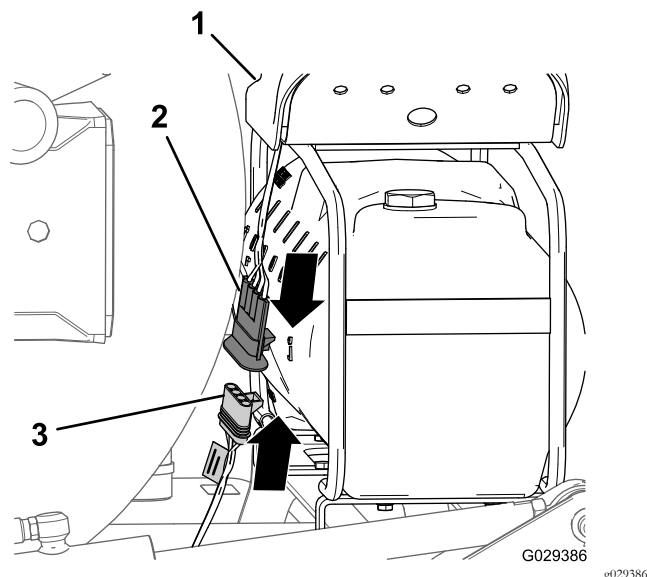

Figura 120
1. All'estremità della diramazione da 236 cm del cablaggio preassemblato, allineate il connettore a 4 prese del cablaggio preassemblato per il kit di finitura al connettore a 4 pin del cablaggio preassemblato proveniente dal compressore (Figura 120).
2. Inserite il connettore a 4 pin nel connettore a 4 prese (Figura 120).